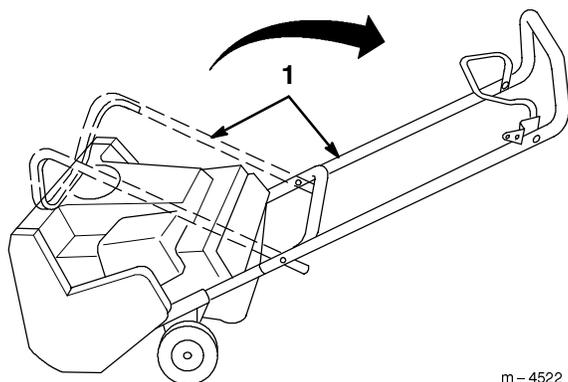

Figure 2
3. Positionnez la partie supérieure du mancheron illustré à la Figure 2.